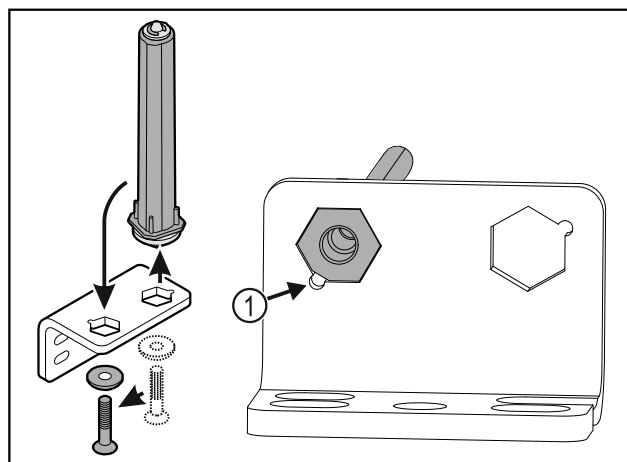

Fig. 35
- ▶ Zwrócić uwagę, aby podczas wkładania ścięcia sworznia Fig. 35 (1) było skierowane na okrągły otwór.